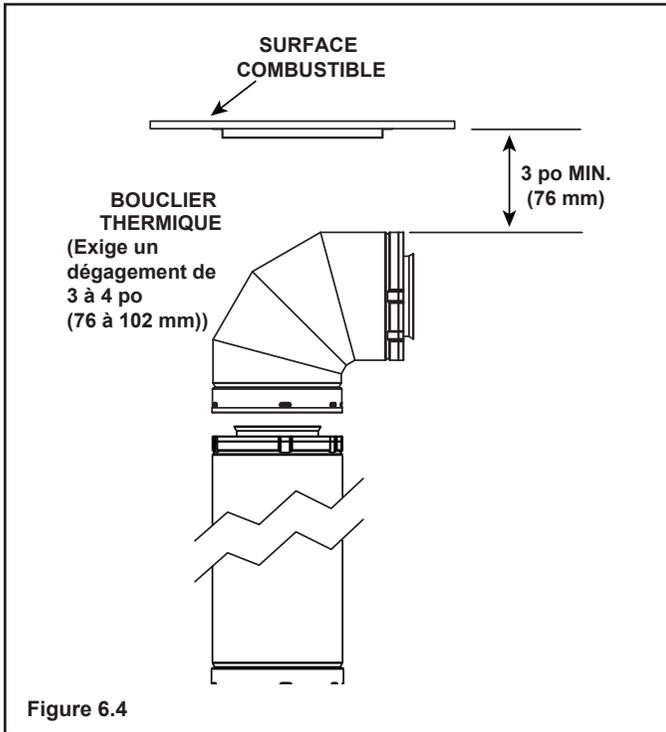

Figure 6.4
1. Le bouclier thermique est requis au-dessus du premier coude si le dégagement jusqu'à la surface combustible au-dessus est entre 3 et 4 po (76 et 102 mm). Un bouclier n'est pas requis si le dégagement est supérieur à 4 po (102 mm). Voir la Figure 6.4.
- Les extrémités horizontales sont mesurées jusqu'à la surface d'ancrage extérieure (bride de l'abat-vent) (voir la Figure 6.4).